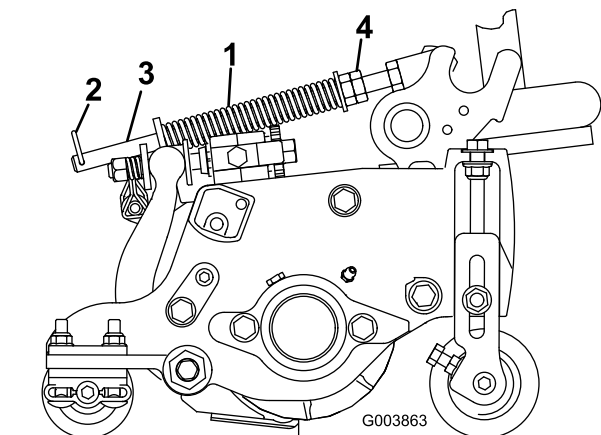

图14
草坪补偿弹簧（图14）可将重量从前滚筒转移至后滚筒。这有助于减少草坪的波动图形，也称为波浪形或摆动形。
1. 确保发卡销安装在弹簧杆的后孔内（图14）。
2. 拧紧弹簧杆前端的六角螺母，直至 Reelmaster 5410 上 12.7cm 滚刀组压缩后的弹簧长度为 12.7cm，或者 Reelmaster 5510 上 17.78cm 滚刀组压缩后的弹簧长度为 15.9cm；请参阅 图14。